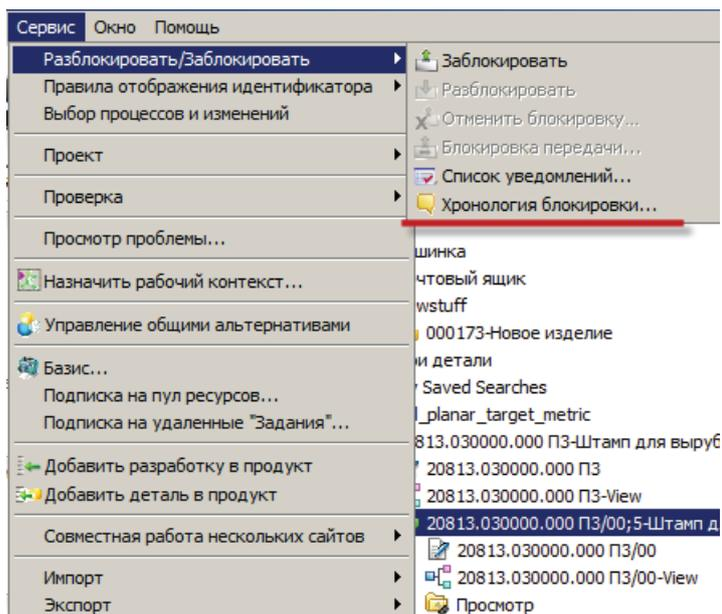

Рисунок 9.11
- выбрать интересующий объект и выбрать пункт основного меню **Сервис > Разблокировать/Заблокировать > Хронология блокировки...** (рис. 9.11);